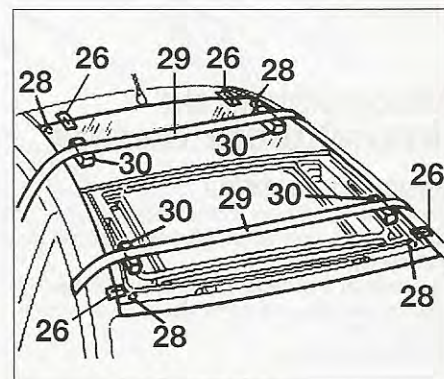

FIG. 65
- Una vez centrado el techo deslizante, marcar las posiciones entre el techo deslizante y su alojamiento con bandas de cinta adhesiva (26) en la parte delantera y en la parte trasera (fig. 65).
- Ajustar los separadores de sujeción (28) del techo deslizante (fig. 65).
- Poner las cinchas (29) en medio de los distanciadores (30), como se indica en la figura, y tensarlas para ejercer una presión uniforme sobre todo el techo deslizante.